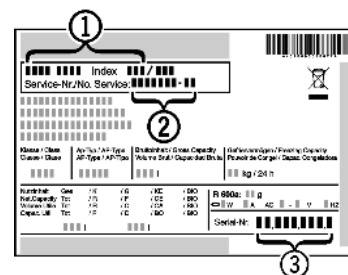

Fig. 18
- Наименование устройства Fig. 18 (1), сервисный № Fig. 18 (2) и серийный № Fig. 18 (3) считайте с заводской таблички. Заводская табличка находится внутри устройства слева.
- Обратитесь в сервисную службу и сообщите вид неисправности, наименование устройства Fig. 18 (1), сервисный № Fig. 18 (2) и серийный № Fig. 18 (3).